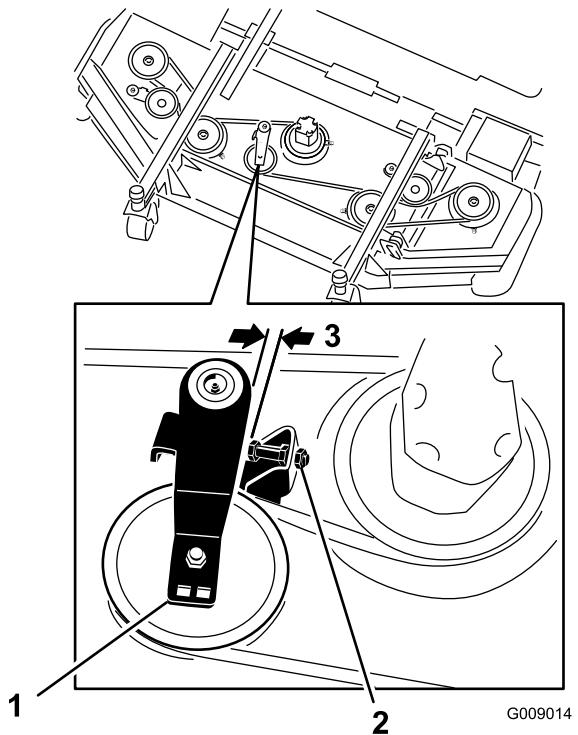

Рисунок 121
- На передней деке в среднем положении отпустите контргайки на винте упора натяжного ролика и заверните винт упора в кронштейн (Рисунок 121).
- Используя гаечный ключ с храповиком или аналогичный инструмент, отодвигните натяжной ролик каждой боковой деки от приводного ремня, чтобы ослабить натяжение ремня и снять его со шкива боковой деки (Рисунок 121).